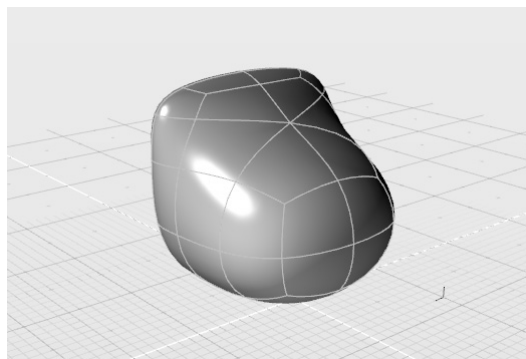

图 6-50 转化为曲面
4) 勾选“Nurbify”复选框转换成曲面结果。观察此结果，所有未封闭边均成为填充面的边线，如图 6-50 所示。